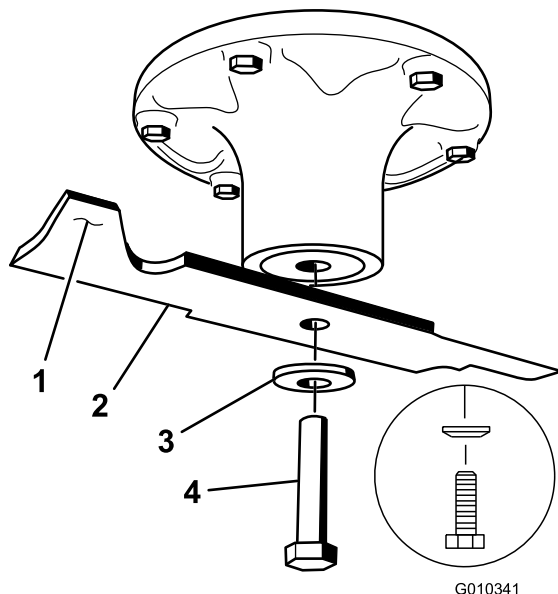

Figure 59
Tenez la lame par son extrémité avec un chiffon ou un gant épais. Enlevez de l'axe, le boulon (en le tournant dans le sens antihoraire), la rondelle bombée et la lame (Figure 59).
elle est équilibrée et peut être utilisée. Si la lame est déséquilibrée, limez un peu l'extrémité de la partie relevée seulement (Figure 59). Répétez cette procédure jusqu'à ce que la lame soit équilibrée.
1. Placez la lame sur l'axe (Figure 59).
2. Installez la rondelle élastique et le boulon de la lame (en le tournant dans le sens horaire). Le côté bombé de la rondelle élastique doit être dirigé vers la tête du boulon (Figure 59). Serrez le boulon à un couple de 135 à 150 Nm (100 à 110 pi-lb).